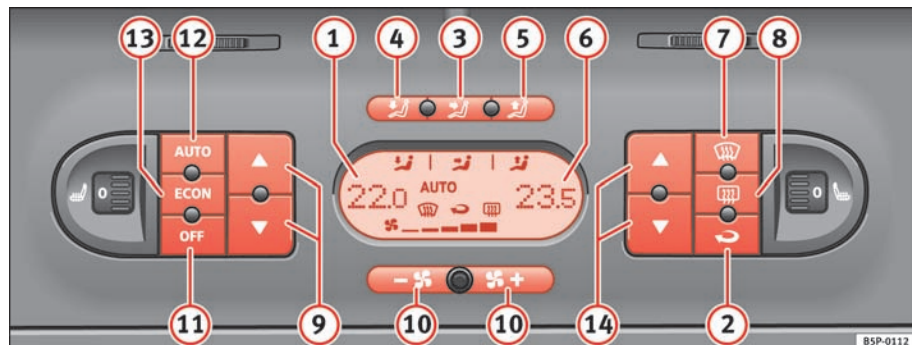

Fig. 126 På instrumentpanelet: betjeningslementer til 2C-Climatronic
- Tryk på en af knapperne ⇒ fig. 126 ③ til ⑤, **ECON** eller på knappen til blæseren ⑩. Symbolet **AUTO** forsvinder fra displayet.
- Tryk på knappen  ⇒ side 152, fig. 126  for at aktivere eller deaktivere recirkulationsfunktionen. Funktionen er aktiveret, hvis symbolet  vises i displayet.